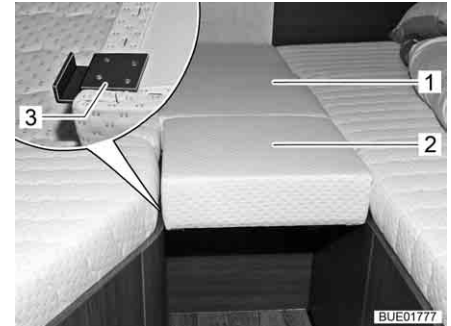

Fig. 140 Superficie utile
- Riporre il cuscino aggiuntivo ribaltabile (Fig. 140,1) dietro, sui supporti tra i letti singoli e aprirlo (Fig. 140).
- Agganciare il cuscino aggiuntivo (Fig. 140,2) con i quattro supporti (Fig. 140,3) nel diaframma del letto singolo, in modo che si formi una superficie utile chiusa (Fig. 140).